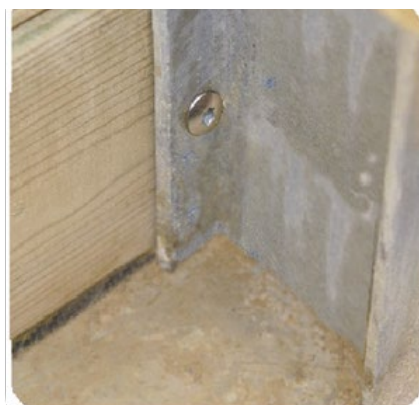

Figura 11 – Bloqueo de tablonces en los puntales
- en los 8 puntales (estos están perforados previamente, como se muestra en la *Figura 11*) utilizando 72 tornillos A2 torx 6 × 30 de acero inoxidable A2 (bolsa D).